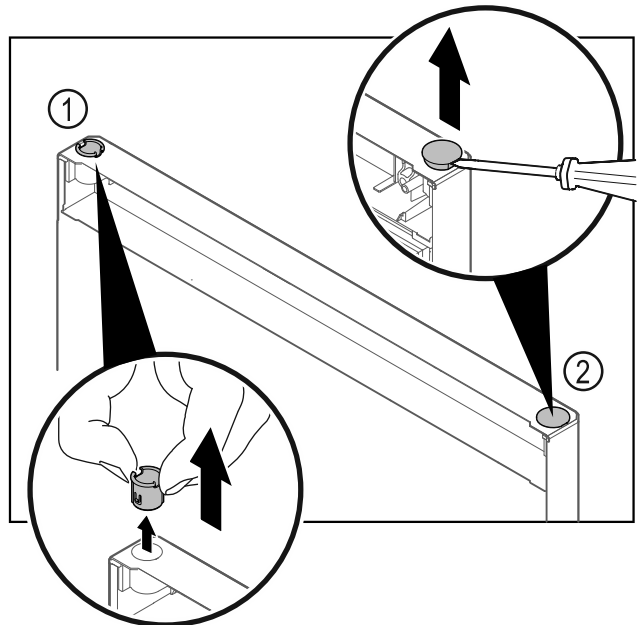

Fig. 22
- Τραβήξτε έξω την υποδοχή μεντεσέ Fig. 22 (1) με τα δάχτυλα.
- ▶ Ανασηκώστε προσεκτικά την τάπα Fig. 22 (2) με ένα ίσιο κατασβίδι και τραβήξτε την έξω.